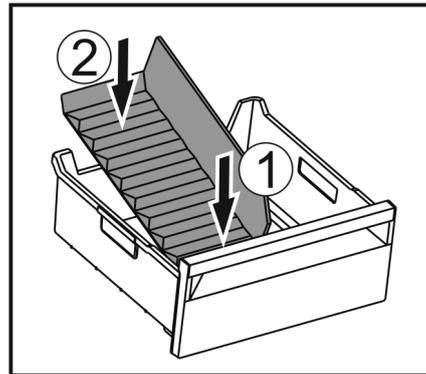

Fig. 103
- ▶ Inserire la parte anteriore del divisore dello scomparto del ghiaccio. Fig. 103 (1)
- ▶ Abbassare la parte posteriore del divisore dello scomparto del ghiaccio fino al fondo del cassetto. Fig. 103 (2)